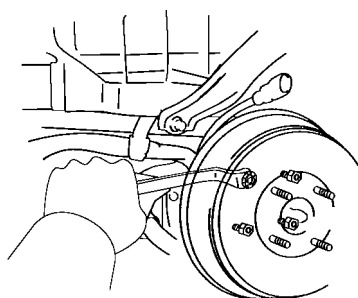

图 15-32 拆下制动加力器
(8) 拆下制动加力器。旋下 4 个螺母，拆下 U 形夹，从下侧拉出制动加力器，如图 15-32 所示。